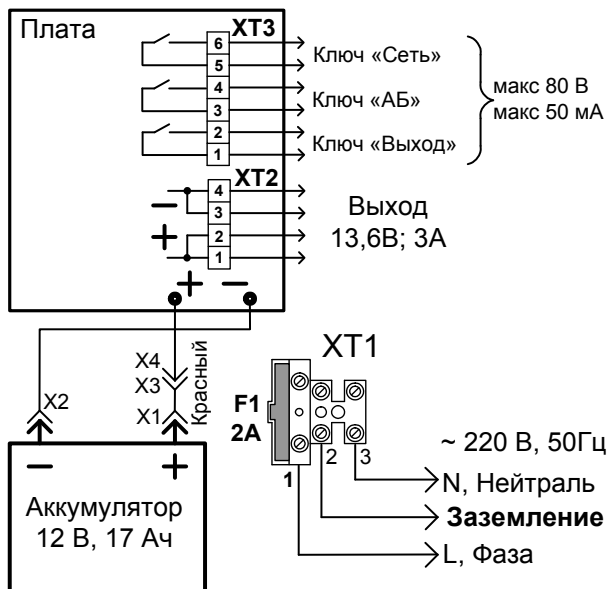

Рис. 2
**ВНИМАНИЕ! При подключении внешнего питающего напряжения 220 В к сетевой колодке ХТ1 необходимо соблюдать правильность подключения проводов «фаза» и «нейтраль». Подключение производить в соответствии с Рис. 2. Схема подключения также расположена на внутренней стороне корпуса РИП.**
3.2.4 Согласно схеме соединений (рис. 2):
б) изъять из колодки вставку F1 (2 А), подключить сетевые провода к входной колодке (фаза (L) должна быть подключена к ХТ1:1, см. рис. 2);